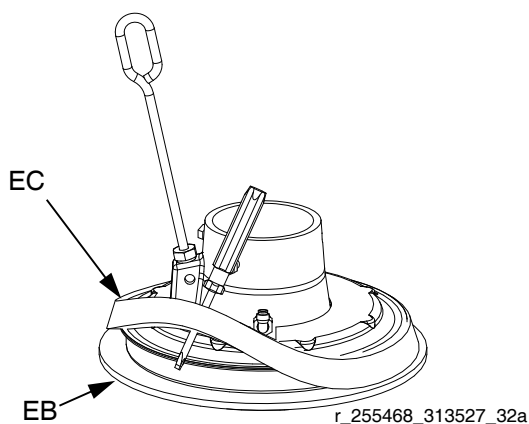

FIG. 18: Installazione del distanziatore
3. *Lavorando dall'alto*, utilizzare un cacciavite per posizionare il distanziatore (EC) tra la flangia e gli eccentrici (EB). Vedere FIG. 18.